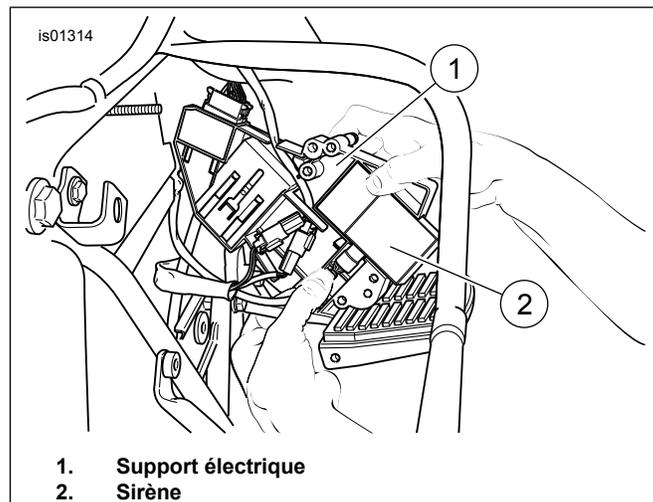

Figure 16. Installer la sirène (Touring 2002-2007)
7. Voir la figure 16. Glisser la sirène (2) à sa place à l'arrière du support électrique (1) de sorte que le disque soit tourné vers l'extérieur.